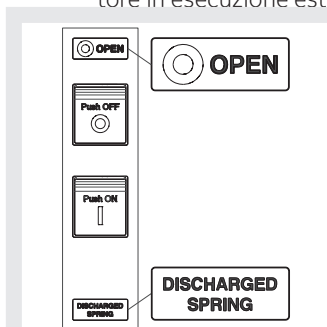

Figura 32
1. Interruttore aperto con molle scariche (vedi Figura 32).